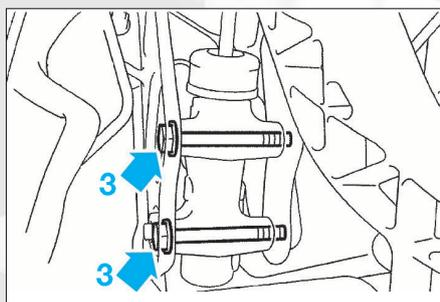

FIG. 8
- Séparer la canalisation (2) de l'émetteur d'embrayage.
- Déposer les vis (3) de fixation du cylindre émetteur et le dégager (fig. 8).